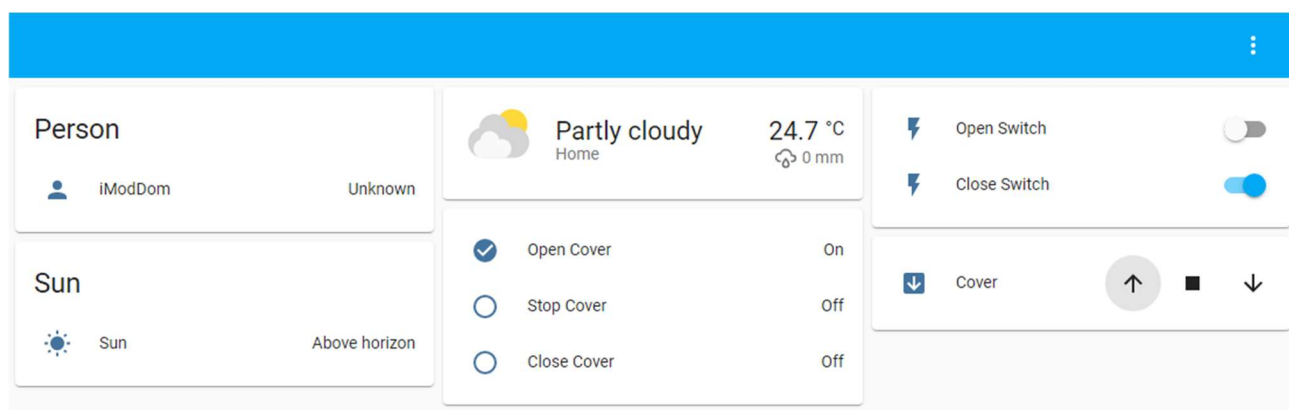

Figura 19 - Funcionamento dos Estores Elétricos
3. Repare que agora, tanto pode controlar os estores elétricos clicando nos botões que ligou ao seu *ESP* como clicando nos botões apresentados no *Home Assistant* (Figura 19). Note que só pode clicar nos botões no máximo durante 0.5 segundos para que as ações de abertura, encerramento ou paragem sejam efetuadas. Repare que se clicar no botão para abrir e de seguida para fechar ou vice versa, o que prevalece será sempre a última ordem para evitar que as duas sejam efetuadas em simultâneo, o que resultaria numa avaria do motor num caso prático.